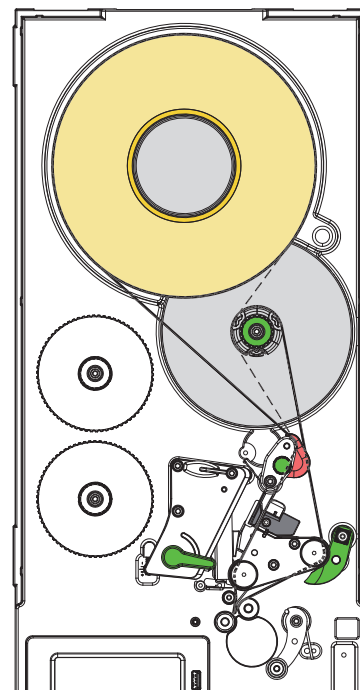

Figure 9 Passage des étiquettes
1. Insérer le rouleau d'étiquettes (5) sur le support (6).
3. Tourner le levier (2) dans le sens inverse des aiguilles d'une montre pour soulever la tête d'impression (1).
4. Basculer le système de verrouillage (12) du rouleau de déviation (13).
6. Guider la bande d'étiquettes d'après la Figure 9 à travers la cellule de détection (3), autour de l'arête de décollement (14) et le rouleau de déviation (13) jusqu'à l'enrouleur (8). La ligne en pointillés représente les étiquettes à enroulement interne.
7. Régler le guide (10) à l'aide du bouton (4) de manière à ce que la matière soit guidée sans blocage.
8. Maintenir l'enrouleur (8) et tourner le bouton de réglage (7) dans le sens des aiguilles d'une montre jusqu'en butée.
9. Pousser le support d'étiquettes sous une attache (9) de l'enrouleur (8) et aligner le bord extérieur de la bande avec le rouleau d'étiquettes.
10. Tourner le bouton de réglage (7) dans le sens inverse des aiguilles d'une montre jusqu'en butée.